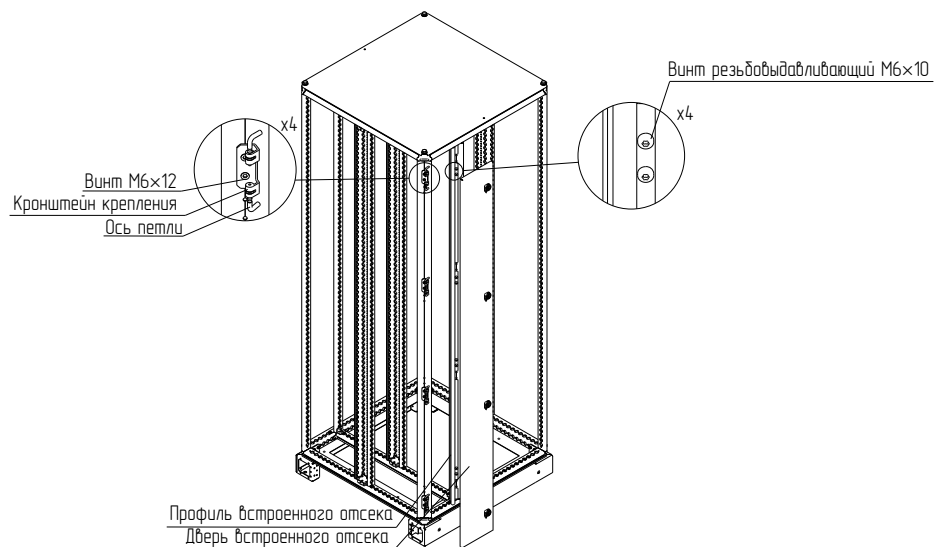

Рисунок 4
4.1.4 Закрепить петли на каркасе на левой или правой стойке/профиле. На рисунке для примера изображено левое крепление петель (рисунок 4). Для крепления использовать винты M6×12. Момент затяжки – 7 Н·м.